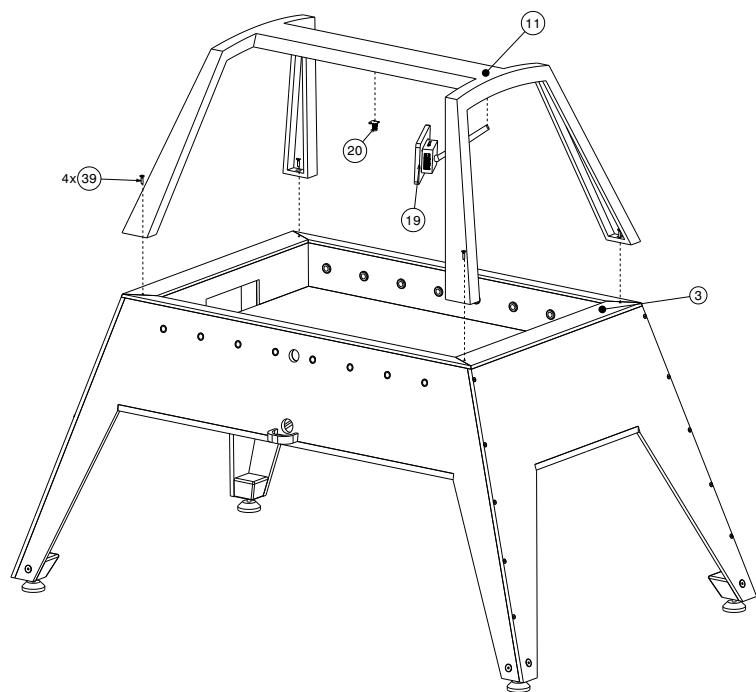
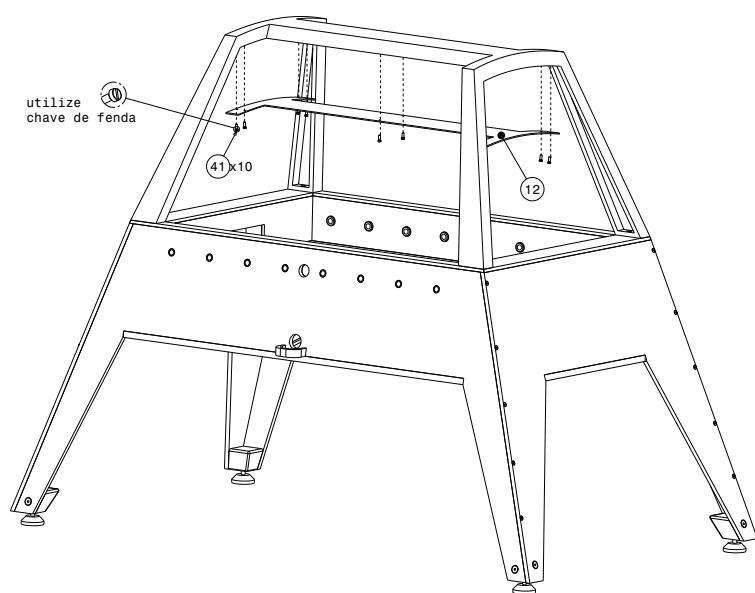

Figura 6 – Passo 6
Figura 7 – Passo 7
O próximo passo é encaixar as partes superiores da estrutura, começando pelo suporte da cobertura (11), que é fixado na parte de cima do tablado superior (3) e parafusado com 4 parafusos Allen cabeça chata M6X25 (39), figura 6. Terminado, encaixe a câmera (20) e a tela(19),finalizando com a tampa da cobertura (12) parafusada com 10 parafusos Fenda M6X16 (41), figura 7.